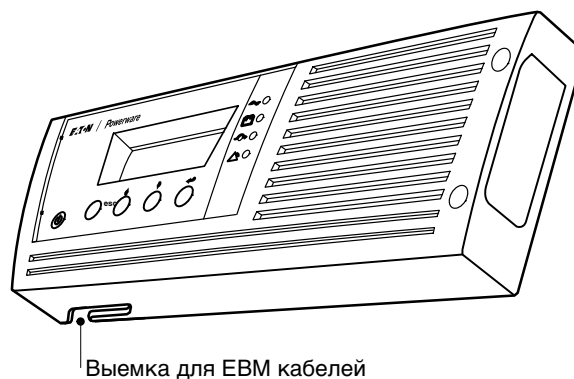

Рисунок 11. Удаление панели ЕВМ с выемкой для кабелей
1. В нижней части правой передней крышки ИБП снимите ЕВМ кабельную заглушку (см. Рисунок 11).